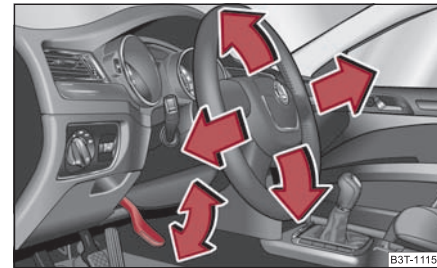

Abb. 3 Verstellbares Lenkrad: Hebel neben der Lenksäule
- Schwenken Sie den Hebel unter der Lenksäule ⇒ Abb. 3 nach unten.